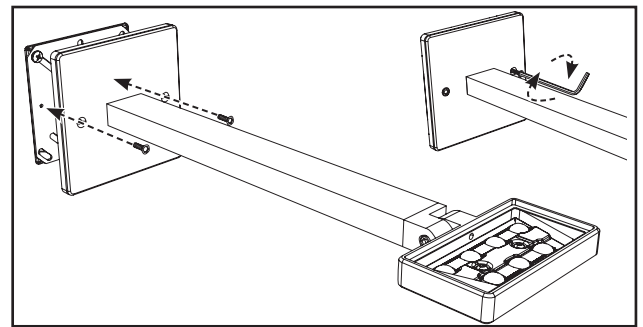

Figura 3.
5. Alinee la junta y la placa de pared sobre la caja de derivación y la placa de montaje e inserte los dos tornillos incluidos en los orificios de montaje. Asegure la placa trasera a la placa de montaje por medio de una llave allen de 5/64" (Figura 3.)